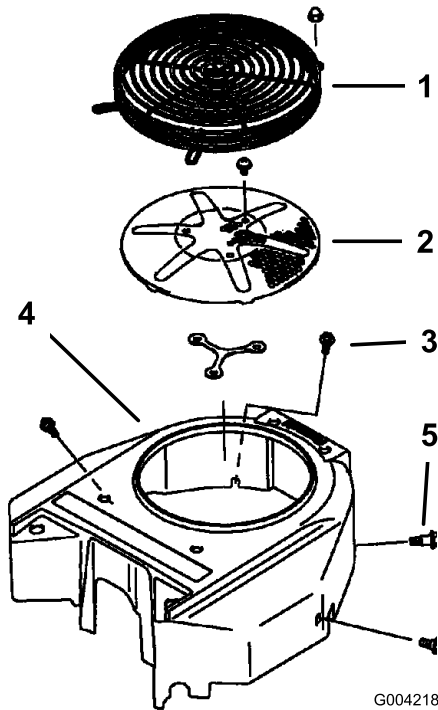

Figure 54
Avant chaque utilisation, enlevez l'herbe, les saletés et autres débris éventuellement accumulés sur la grille du moteur. Cela permet d'assurer un refroidissement et un régime moteur corrects, et réduit les risques de surchauffe et de dommages mécaniques du moteur (Figure 54).
3. Retirez la grille d'entrée d'air, le lanceur et le boîtier du ventilateur (Figure 54).
5. Reposez la grille d'entrée d'air, le lanceur et le boîtier du ventilateur (Figure 54).